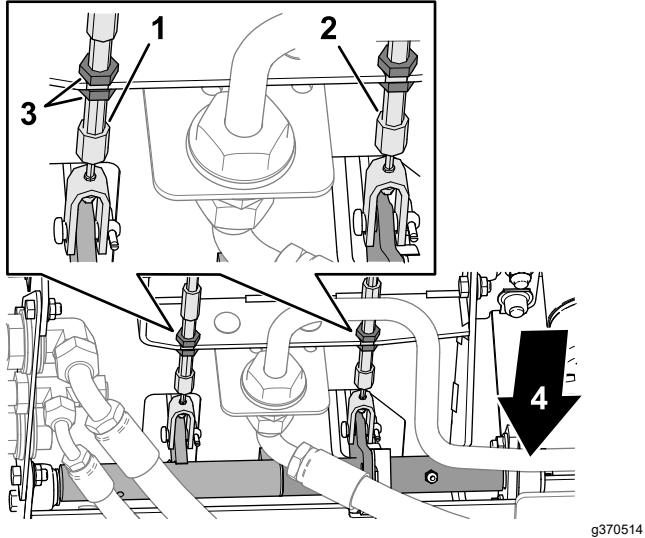

Figure 160
3. Desserrez l'écrou de blocage avant sur l'extrémité filetée du câble de frein (Figure 160).